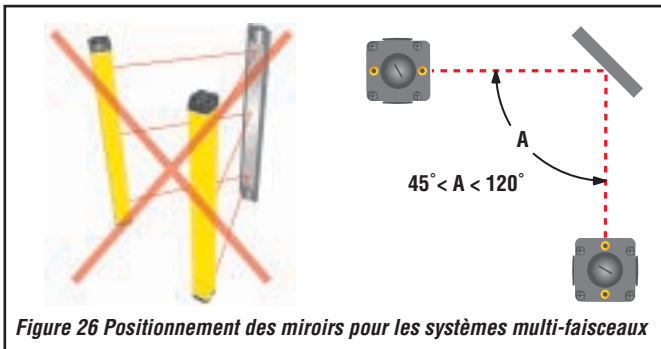

Figure 26 Positionnement des miroirs pour les systèmes multi-faisceaux
NE PAS INSTALLER LES ÉMETTEURS ET LES RÉCEPTEURS EN MODE *RÉTRO-RÉFLECTIF*, AVEC UN ANGLE D'INCIDENCE INFÉRIEUR À 45°, COMME ILLUSTRÉ EN Figure 25 en page 30 POUR LES SYSTÈMES MONO-FAISCEAU ET Figure 26 en page 31 POUR LES SYSTÈMES MULTI-FAISCEAUX. LA FIABILITÉ DE LA DÉTECTION POURRAIT ÊTRE MISE EN CAUSE ET ENTRAÎNER DES BLESSURES GRAVES, VOIRE MORTELLES.
- 4) Orienter le miroir par rapport à l'émetteur et au récepteur de manière à voir la surface avant de l'émetteur si l'on se tient directement devant le récepteur ou vice-versa (voir bloc 4.1.6 en page 30 et Figure 25 en page 30 pour les systèmes mono-faisceau ou bloc 4.1.6 en page 30 et Figure 26 en page 31 pour les systèmes multi-faisceaux).